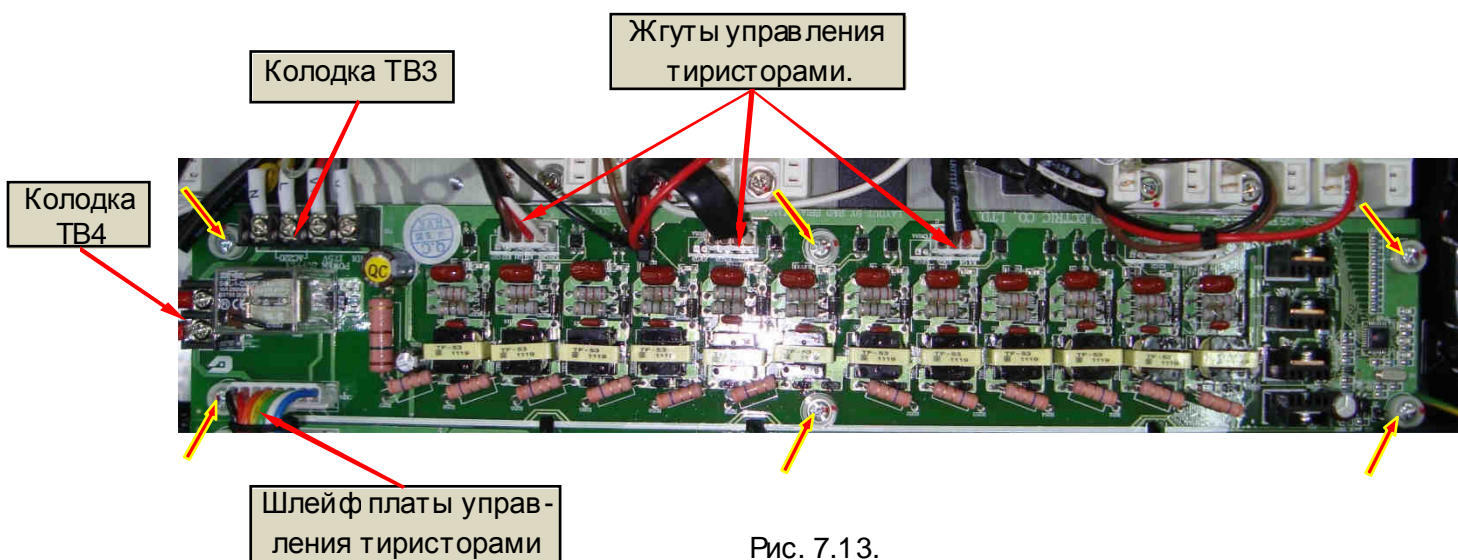

Рис. 7.13.
7.7.1. Установить плату управления тиристорами на место и закрепить 6 винтами (красные стрелки, рис. 7.13).
7.7.2. Соединить провода резисторов предзаряда с клеммами колодки ТВ4 платы управления тиристорами. Соединить провода блока питания с клеммами колодки ТВ3 платы управления тиристорами (рис. 7.13).
7.7.3. Вставить в разъемы на платах ответные разъемы жгутов управления диодно-тиристорными модулями и шлейф платы управления тиристорами (рис. 7.13).